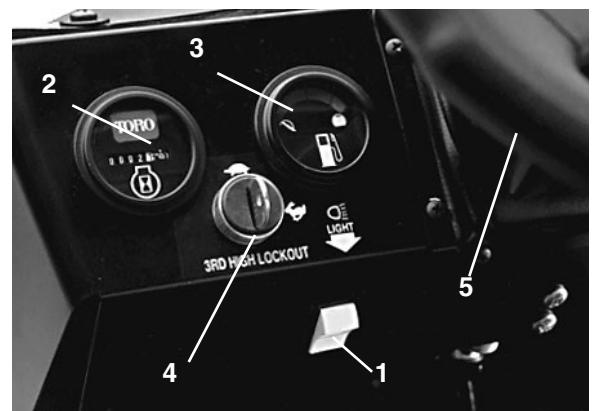

Bild 24
**Betriebsstundenzähler** (Bild 24)—Der Betriebsstundenzähler zeigt die Stunden an, die der Motor gelaufen hat. Der Betriebsstundenzähler wird aktiviert, wenn das Zündschloss in die Stellung „Ein“ gedreht wird.
**Lichtschalter** (Bild 24)—Mit diesem Schalter schalten Sie die Scheinwerfer ein. Drücken Sie den Schalter rein, um die Scheinwerfer einzuschalten.
**Dritthöchster Sperrschanter** (Bild 24)—Wenn Sie den Schalter in die Langsam-Stellung schieben und den Schlüssel abziehen, kann der dritte Gang nicht im hohen Bereich eingelegt werden. Der Motor wird abgestellt, wenn der Schalthebel im hohen Bereich in den dritten Gang gelegt wird. Der Schlüssel wird mit nach unten zeigenden Auskerbungen eingesteckt. Drücken Sie den Schlüssel ein, wenn Sie ihn drehen möchten. Der Schlüssel kann in beiden Stellungen abgezogen werden.
**Kraftstoffuhr** (Bild 24)—Die Kraftstoffuhr zeigt die Kraftstoffmenge im Tank an. Sie funktioniert nur bei eingeschalteter Zündung.
**Lenkrad** (Bild 24)—Mit dem Lenkrad wenden Sie das Fahrzeug. Wenn der Motor abstellt, oder die Servolenkung ausfällt, erfordert das Lenken eine größere Kraftanstrengung.